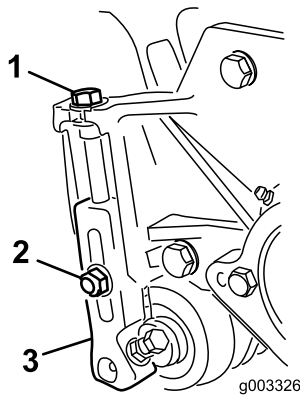

Bild 15
1. Lösen Sie die Sicherungsmuttern, mit denen die Schnitthöhenhalterungen an den Seitenplatten befestigt sind (Bild 15).